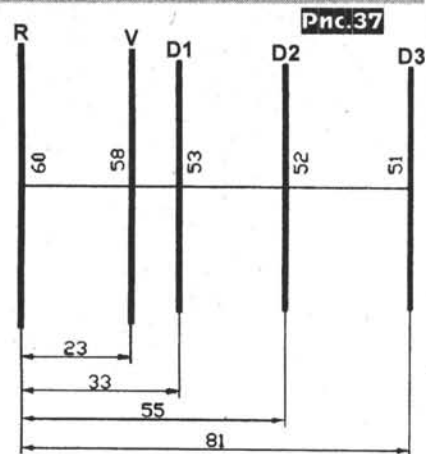

Рис.37
Еще одну Wi-Fi антенну для Bluetooth USB адаптера изготовил Роберто Барриосе (EB4EQA). За основу он взял размеры 5-элементной Яги немецкого радиолюбителя DL6WU для Bluetooth диапазона 2,400-2,4835 ГГц (**рис.37**). Элементы антенны - рефлектор (R), вибратор (V), и директоры (D1, D2, D3) сделаны из медного провода диаметром 2 мм и установлены на траверсе из фольгированного стеклотекстолита как показано на **рис.38**, и подпаяны к оставленным в местах крепления контактным площадкам из медной фольги. 50-омный тефлоновый кабель питания подпаивают непосредственно к разрезанному посередине на расстоянии 4-5 мм вибратору. Другой конец кабеля подключают к Bluetooth USB адаптеру. Для этого удаляют в нем внутреннюю антенну (модуль A2H2 - на **рис.39** справа) и к точкам ее подключения на плате подпаивают кабель от Яги. Ввод кабеля в корпус USB адаптера выполняют через отверстие для сигнального светодиода, который предварительно удаляют. На частоте 2,450 ГГц антенна имеет усиление 7,85 дБи, отношение излучений вперед/назад в диапазоне 2,300-2,460 ГГц около 15 дБ. Вне-